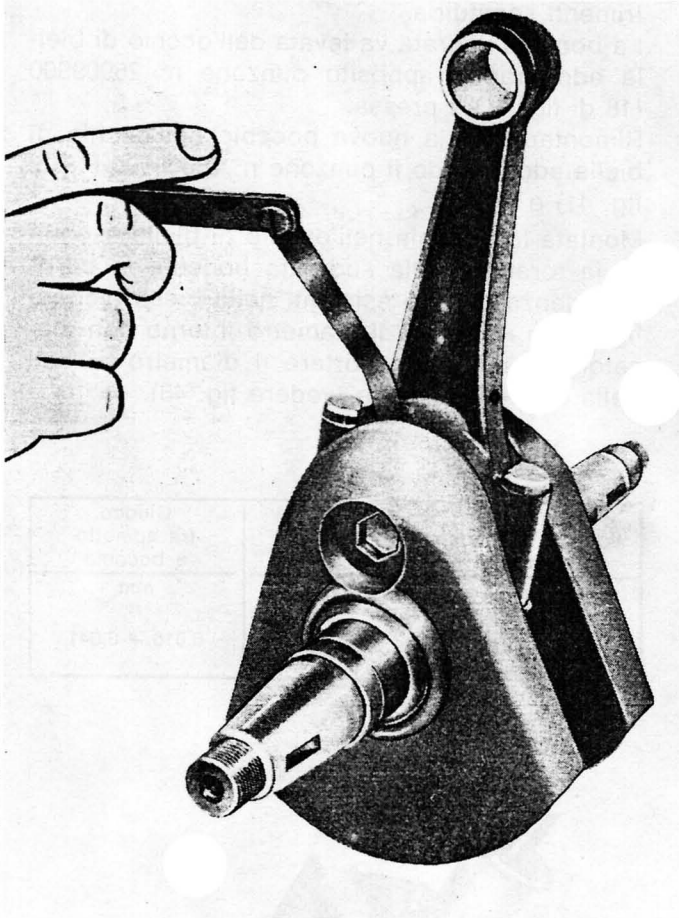

Fig. 46
- che il giuoco fra i rasamenti della biella e quelli dell'albero motore sia di  $\text{mm. } 0,175 \div 0,222$  (vedere fig. 46);